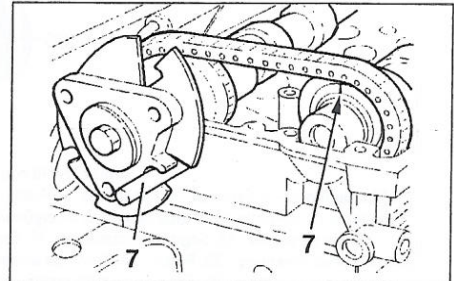

FIGURA 1-28
Introducir un pasador de \varnothing 8 mm en el cubo de la rueda dentada de eje de levas (7) (útil 0188.M) (figura 1-28).
- Calar con un pasador de \varnothing 8 mm el cubo de la rueda dentada de eje de levas (útil 0188.M) (figura 1-28) y retirarlo.